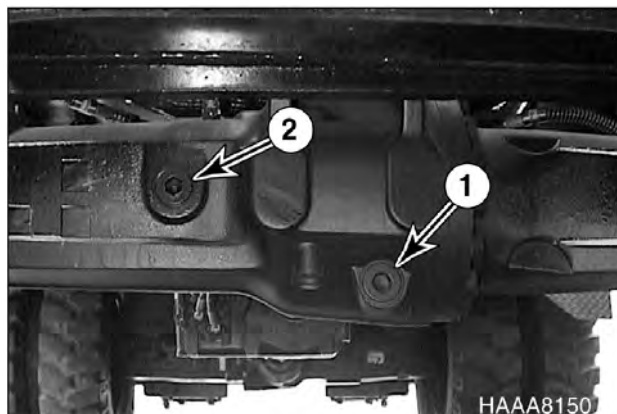

Рис. 80
1. Слив масла (1, рис. 80) и заливные отверстия (2) расположены в передней части картера моста.
2. Очистить от грязи, смазки и других посторонних веществ поверхность вокруг сливного отверстия (1, рис. 80) и заливных отверстий (2) картера моста.
5. Извлечь заглушку заливного отверстия (2, рис. 80) и залить соответствующую трансмиссионную жидкость до нижнего края заливного отверстия.